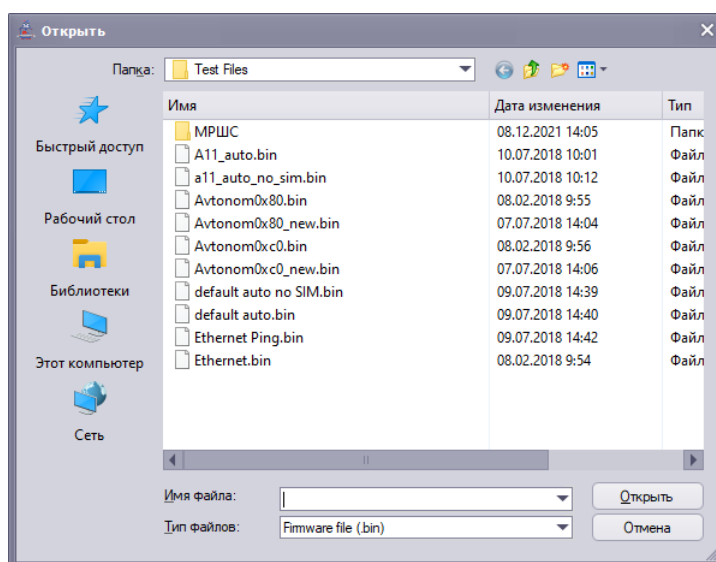

Рисунок 22
3.10.3 Для чтения сохраненных в файле на жестком диске ПЭВМ параметров прибора (устройства) нажать в главном меню «Файл/Открыть файл настроек», в появившемся окне «Открыть» (рисунок 22) выбрать файл и нажать кнопку «Открыть».
5.1 Для работы в автономном режиме «Без SIM карты», в основном окне программы должны быть установлены флажки «Автономный режим» «Без SIM карты» (рисунок 22).